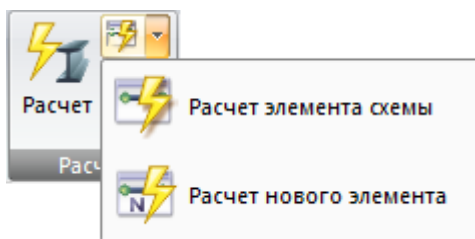

Рис. 140. Раскрывающийся список **Расчет элемента**
**Расчет стального элемента** (рис.140) – раскрывающийся список с заменой. Вызов модуля **СТК-САПР**, который позволяет выполнить подбор и/или проверку сечений стального элемента схемы (локальный режим) или стального элемента, не связанного со схемой (автономный режим):